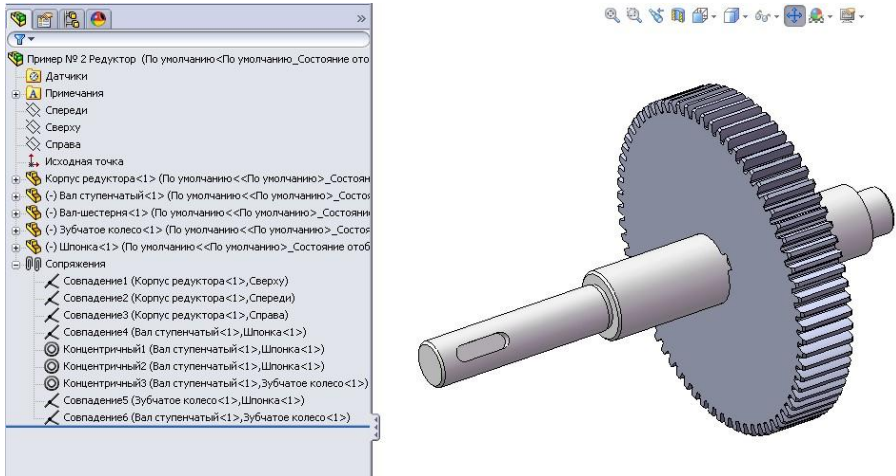

Рисунок 11.32 - Зубчасте колесо розміщене на валу
9. Помістимо зубчасте колесо на східчастий вал. Для цього досить задати три сполучення: концентричність - для внутрішнього отвору зубчастого колеса й зовнішньої поверхні вала; збіг - для плоских бічних граней шпонки й шпонкового паза колеса; збіг - для торцевих поверхонь зубчастого колеса й бурта вала (рис. 11.32).